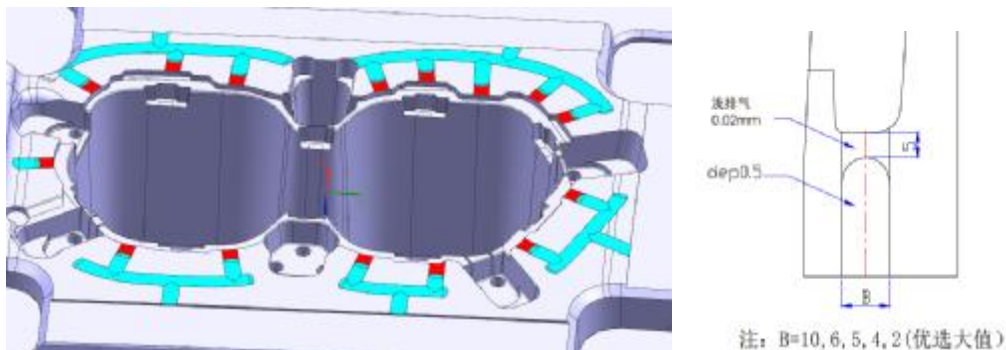

图 9-4 排气槽
- ① 特殊情况下，排气槽深度可加大。例如电视机前壳喇叭窗网孔动模镶件，料流阻力大，注射力损失大，流速慢，为了提高充模速度和充模质量，排气槽深度可达 0.08mm。
- ② 当注塑压力高于 80MPa, 表中各数值需要减少 0.005~0.01。例如薄壁产品（壁厚小于 1mm） 注塑压力一般在 100MPa 以上，此时排气槽的深度需要适当变浅。
- ③ 排气槽应开在最后充满的地方，即料流的末端。
- ④ 大模具、桶形塑件模具应加排气槽。
- ⑤ 所有排气槽一定要引到模具之外，与大气相通。
⑥ 排气槽通常开在定模，以便于加工。
⑦ 排气槽的形状要方便加工。
2) 排气槽的设计参数 (如图 9-4)
①一级排气槽深度参考塑料表 9-2，宽度取 4mm~8mm (大模取大值，节省 NC 加工时间)，长度为 5mm。
②二级排气槽深度取 0.3mm~0.5mm，宽度取 4mm~8mm (大模取大值，节省 NC 加工时间)，尾部要与大气相连。
③相邻两排气槽间距取 15mm~50mm (大模取大值)。分型面为平面时，二级排气可设计成圆槽或方槽，为非平面时，只能设计成圆槽，方便球刀加工。
3) 排气方法 (如图 9-4)